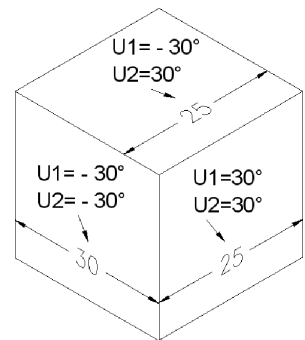

Fig. 6.69 Cotarea proiecțiilor axonometrice
- Cotarea proiecțiilor axonometrice ale unei piese, vezi Fig. 6.69, poate fi obținută prin folosirea opțiunilor de înclinare a textului cotei.